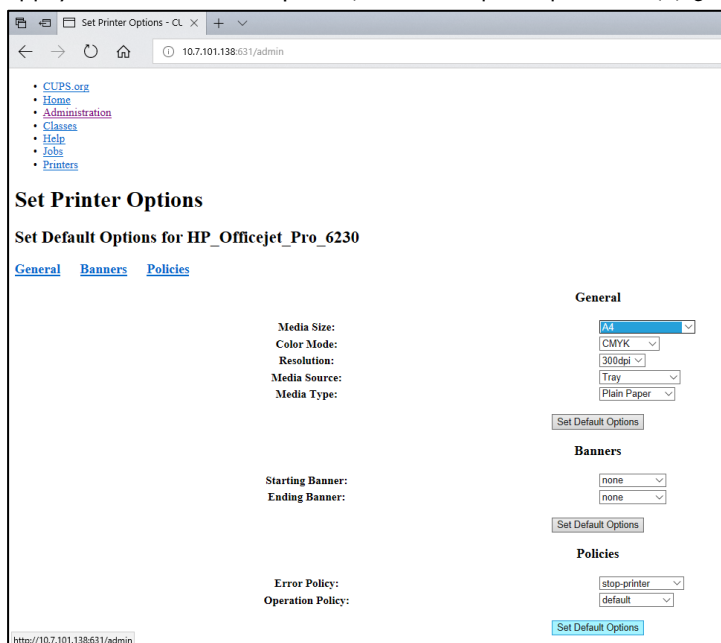

Figure 81. Sélection de la bonne Media Size (Taille de média).
7. Sélectionnez la bonne Media Size (Taille de média, comme « A4 ») car certaines imprimantes n'impriment pas si le format de papier est incorrect. Enregistrez ensuite votre sélection en appuyant sur Set Default Options (Définir les options par défaut) (figure 81).